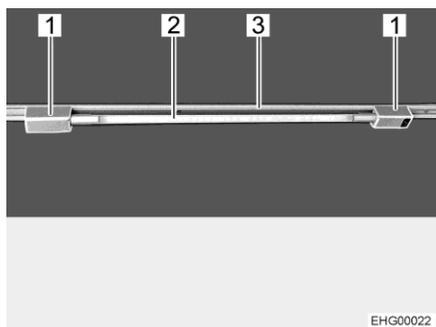

Fig. 30 Lampada tubolare
Come inserire la lampada tubolare: ■ Inserire i due supporti (Fig. 30,1) nella rotaia (Fig. 30,3). A tale scopo, ruotare i supporti di 90°. ■ Infilare il corpo lampada (Fig. 30,2) in uno dei supporti. ■ Spingere in avanti l'altro supporto sul corpo lampada, finché non si ottiene un collegamento stabile.
- Ruotare il corpo lampada (Fig. 30,2), finché non si raggiunge l'effetto luminoso desiderato.